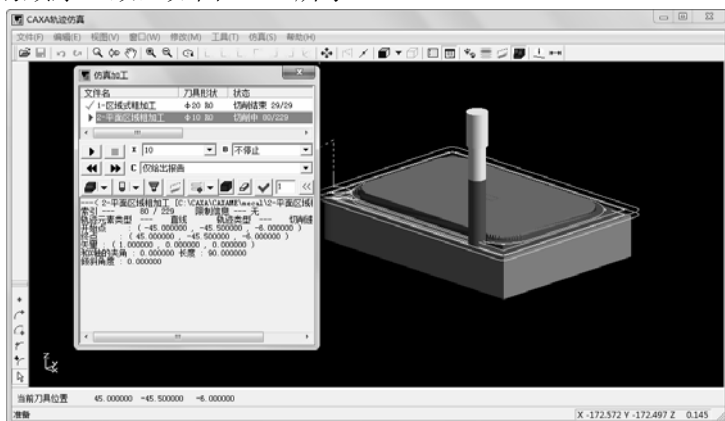

图 2-29 仿真结果
3) 单击“播放”按钮, 系统立即进行加工仿真, 仿真加工顺序与选取刀具轨迹的顺序一致, 如图 2-29 所示。